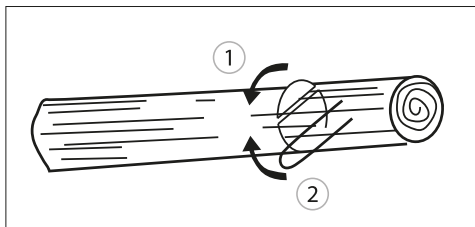

Рис. 16
3. В случае когда ствол находится на опорах с двух концов, сначала пропилите сверху на $1/3$ диаметра ствола, чтобы избежать раскалывания. После этого закончите срез снизу так, чтобы он совпал с первым срезом, избегая заклинивания (рис. 16).